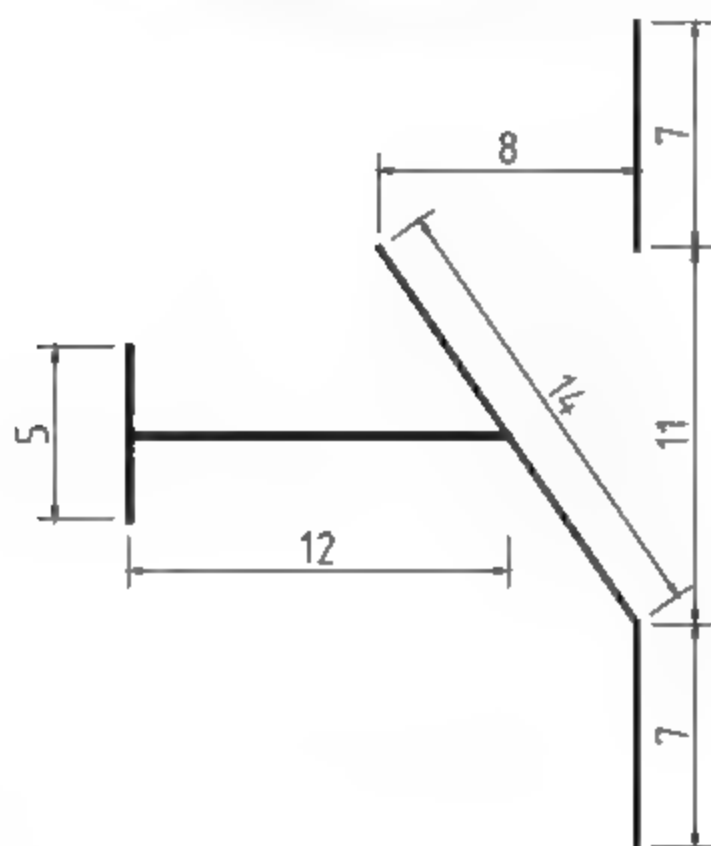

图4-167 绘制电气元件5
(5) 调用L【直线】命令, 结合【对象捕捉】功能, 绘制电气元件5, 如图4-167所示。